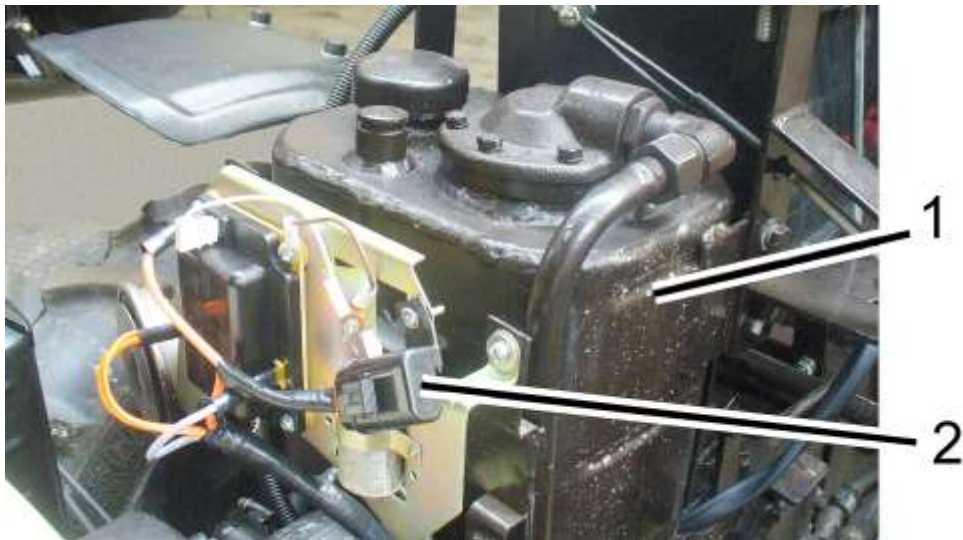

Рисунок 2.8.2 – Подвесной предохранитель на корпусе маслобака ГНС
- предохранитель питания потребителей электрооборудования мини-трактора 25 А, расположенный на корпусе маслобака (рисунок 2.8.2);